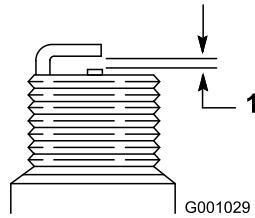

Figure 48
- 7. Réglez l'écartement des électrodes à 0,76 mm (0,030") (Figure 48).